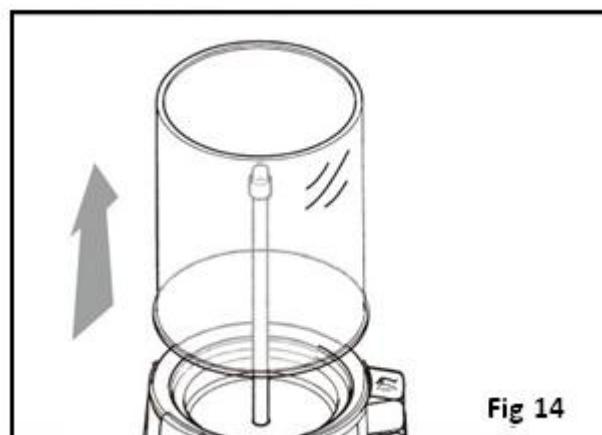

Fig 14
- Om het reservoir uit de machine te halen, gebruikt u twee vingers om het reservoir van het vaste stalen onderdeel van de mengstaaf (A) te halen en de andere vingers om de uitschenkrand van het reservoir (B) vast te houden.
- Schuif met beide handen het reservoir omhoog (fig. 14).